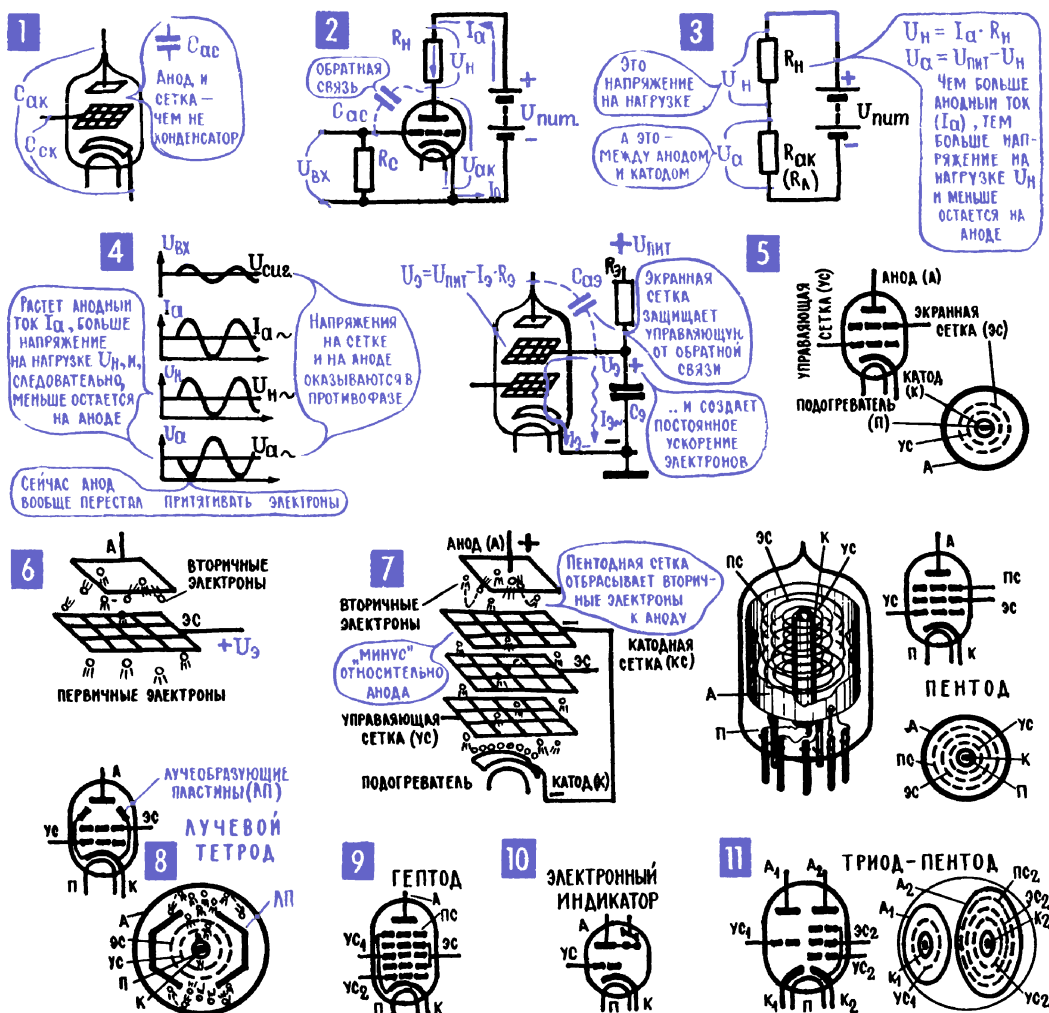

Рис. 10.8. Разновидности электронных ламп
13. Основные типы усилительных ламп: триод, пентод и лучевой тетрод. Триод был первой усилительной лампой, он был запатентован еще в 1906 году американцем Ли де Форестом. Но из-за двух серьезных недостатков его в дальнейшем сильно потеснили другие разновидности ламп. Первый недостаток триода связан с тем, что электроды лампы, по сути, представляют собой обкладки конденсаторов и в лампе существуют междуэлектродные емкости, никому не нужные, а поэтому названные паразитными емкостями (рис. 10.8; 1). Самая опасная из них – емкость между анодом и управляющей сеткой $C_{ас}$. Через нее усиленный сигнал попадает обратно во входную цепь (рис. 10.8; 2), а это может привести к серьезным неприятностям. Другой недостаток триода связан с самим принципом работы усилителя: когда напряжение на нагрузке растет, на аноде (как и на коллекторе транзистора) оно уменьшается (рис. 10.8; 4, и 10.4) и анод слабее тянет к себе электроны. Результат – ухудшаются усилительные способности лампы.
Оба недостатка триода были ликвидированы одним ударом: между анодом и управляющей сеткой поместили еще один электрод — экранирующую (экранирующую) сетку, и таким образом получилась четырехэлектродная лампа, тетрод (рис. 10.8; 5). Экранирующую сетку через конденсатор C_s соединяют с катодом, и она отводит, замыкает накоротко переменные токи, которые могли бы попасть во входную цепь. Кроме того, на экранирующую сетку подают значительный «плюс» (U_s), иногда такой же, как и на анод, а иногда поменьше. Теперь как бы ни менялось напряжение на аноде, это почти не повлияет на анодный ток — экранирующая сетка будет тянуть электроны к аноду всегда с одинаковой силой.
С динатронным эффектом тоже научились бороться, причем двумя разными путями. Они и привели к созданию двух основных типов ламп: пентодов и лучевых тетродов. В пентоде между экранной сеткой и анодом расположена очень редкая пентодная, или, иначе, антидинатронная, сетка, которая соединена с катодом, чаще всего внутри лампы (рис. 10.8; 7). Первичные электроны, те, что летят от катода к аноду, через редкую пентодную сетку по инерции проскакивают беспрепятственно. В то же время пентодная сетка легко отталкивает обратно к аноду вторичные электроны, которые еще не успели набрать скорость. Потому, что на этой сетке «минус» относительно анода – она-то ведь соединена с катодом, а на катоде относительно анода всегда «минус», поскольку на аноде всегда «плюс» относительно катода.
Лучевой тетрод (рис. 10.8; 8) сконструирован так, что электроны идут к аноду острыми лучами. Благодаря высокой концентрации электронов эти лучи ведут себя как проводники, протянутые от катода, и, подобно пентодной сетке, они своим «минусом» отталкивают вторичные электроны обратно на анод. Диод, триод, пентод, лучевой тетрод – основные типы электронных ламп, но ими ассортимент ламп далеко не исчерпан. Есть, например, лампа гептод, в ней две управляющие сетки, с которых анодным током управляют одновременно два сигнала⁹ (рис. 10.8; 9). Или лампа – оптический индикатор настройки, в ней есть уже некоторые элементы телевизионной трубки, то есть светящийся экран и перемещение электронного потока в пространстве (рис. 10.8; 10). Наконец, выпускались комбинированные лампы, то есть две-три лампы, размещенные в одном баллоне – два триода, триод и пентод, триод и гептод, два диода и триод (рис. 10.8; 11).
Пример понижения питающих напряжений мы видим на рис. 10.8; 3 и 10.9; 10. Здесь на гасящем резисторе R_g ток экранирующей сетки I_g создает некоторое падение напряжения. Сопротивление R_g с учетом величины I_g подобрано с таким расчетом, чтобы на экранирующую сетку попадал меньший «плюс», чем на анод. Конденсатор C_g заземляет экранную сетку для переменного тока. Кстати, если этот конденсатор пробьется, то экранная сетка «сядет на землю», по R_g пойдет большой ток, и резистор, скорее всего, сгорит.